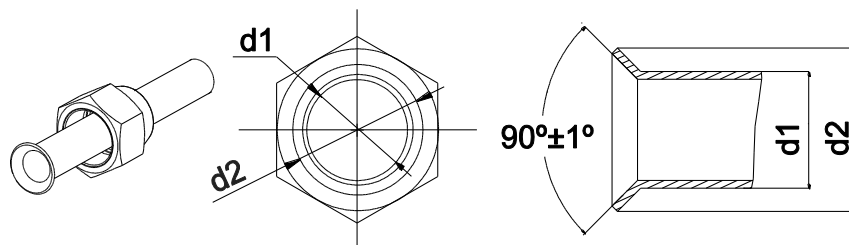

Fig. 8
4. Controllare che la sezione svasata sia uniforme e priva di crepe (vedere fig. 8).